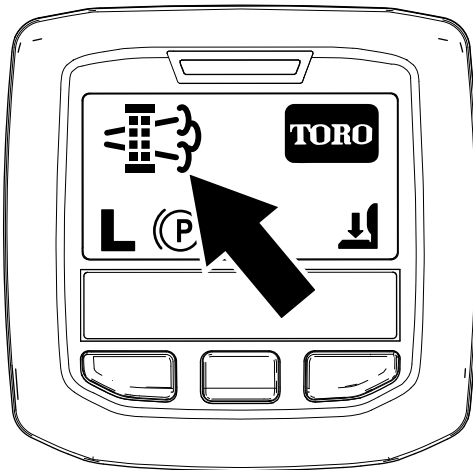

Bild 35
- Wenn der Motorcomputer eine geparkte Regenerierung oder eine Wiederherstellung-Regenerierung anfordert, wird das Symbol für die Anforderung einer Regenerierung (Bild 35) im InfoCenter angezeigt.